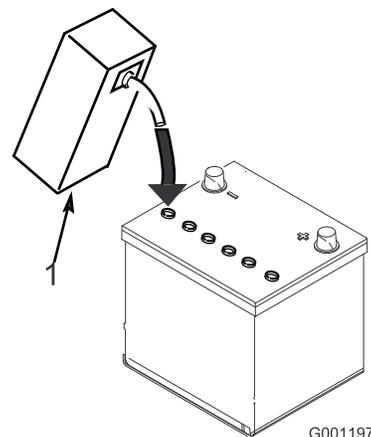

図 7
3. 各セルに慎重に電解液を満たす。電極板が6mm程度水没するぐらいが適当（図 7）。
- 電極板が液を吸収するまで20～30分間程度待つ。必要に応じて、電極板が6mm程度水没するぐらいに電解液を補充する(図7)。